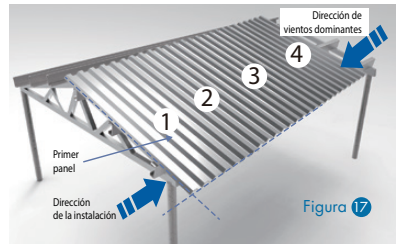

Figura 17
- Coloque el primer panel en el extremo contrario a la dirección del viento y continúe colocando los demás paneles en el orden indicado (ver Figura 17).